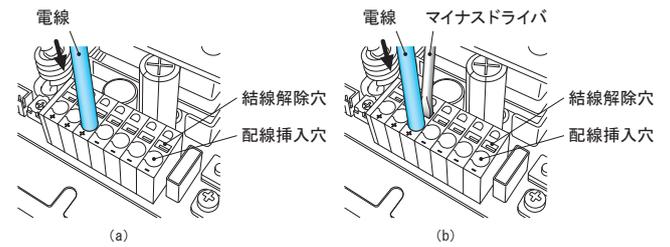

図7.7 フェルール端子、単線の結線概略図
- ・配線の結線・解除方法は図7.7、7.8、7.9をご参照ください。
- 手順Ⅰ 電線は電極部が見えなくなるまで挿し込んでください (図7.7 (a) 参照)。
挿し込みにくい場合は結線解除穴にマイナスドライバを挿し込みながら作業をしてください (図7.7 (b) 参照)。